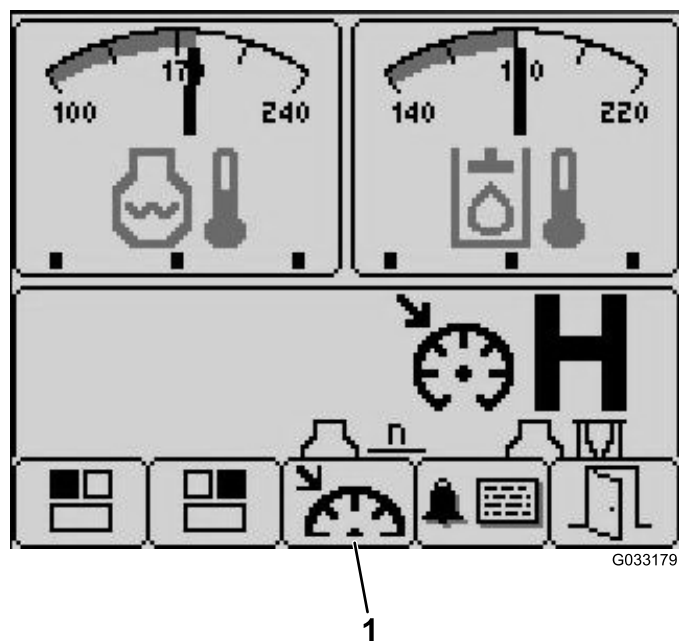

Figura 20
3. Premete il pulsante 3 per accedere alla schermata Cruise Control (comando elettronico della trazione) (Figura 20).